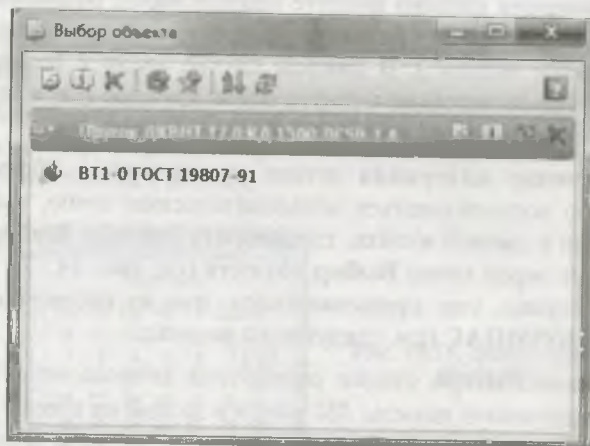

Рис. 14.17. Диалоговое окно **Выбор объекта**
- в ячейку **Обозначение материала** детали можно ввести обозначение материала с клавиатуры либо воспользоваться пользовательским меню, вызванным двойным щелчком ЛК мыши в данной ячейке, где выбрать команду **Выбрать материал...** — система выведет на экран меню **Выбор объекта** (см. рис. 14.17), в котором необходимо выбрать материал, уже применявшийся, или из справочника **Материалы и Соргаменты для КОМПАС** (см. следующий раздел);
- ◆ в этом меню щелкните ЛК мыши по пункту **Выбрать материал** — на экране появляется диалоговое окно **Выбор объекта** (рис. 14.17). По умолчанию в центральном окне нет выбранного материала;